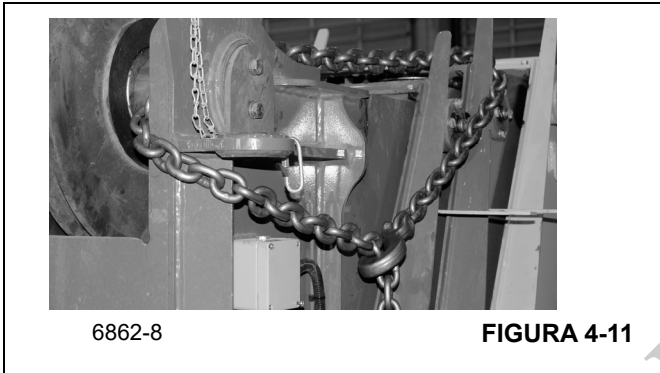

FIGURA 4-11
- Use una cadena para sujetar las secciones de extremo, central exterior y central interior juntas, como se muestra en la Figura 4-11. Esto impedirá la extensión inadvertida o inesperada de estas secciones durante el desarmado de la pluma.